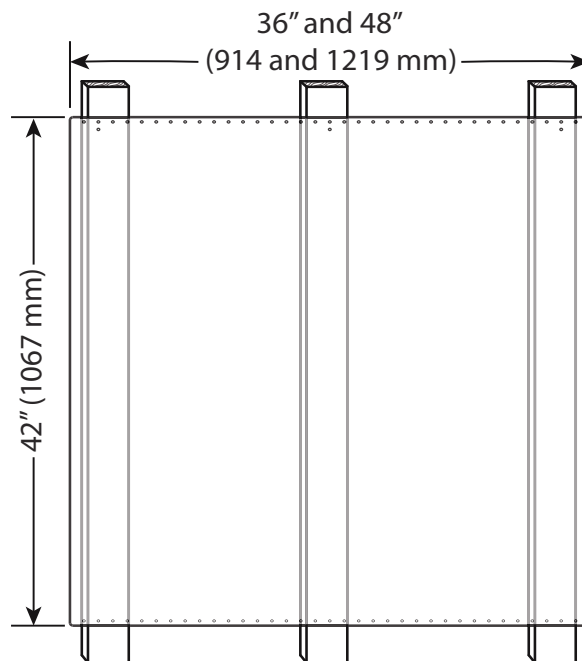

Figure 14 : Installation du dossieret de protection
- Utilisez deux vis fournies pour fixer le haut et le bas du dossieret de protection dans chaque montant de cloison (voir *Figure 14*).